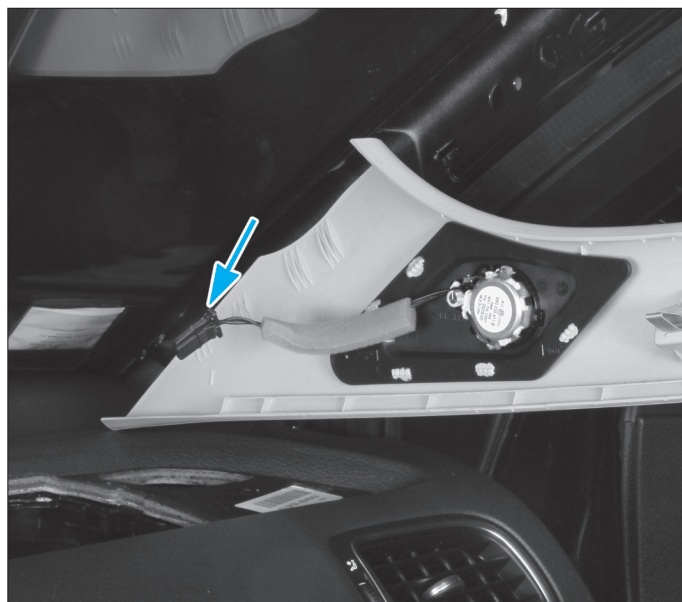

FIG. 45
- Débrancher le connecteur du tweeter (Fig.45).